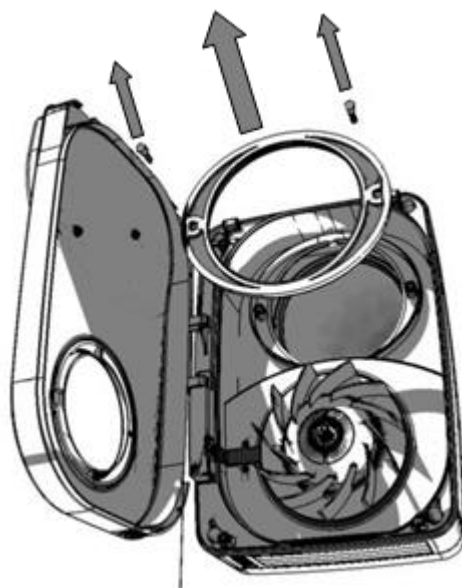

Figura 12
8. Rimuovere le due viti e l'anello di fissaggio per lo scambiatore di calore (Figura 12).